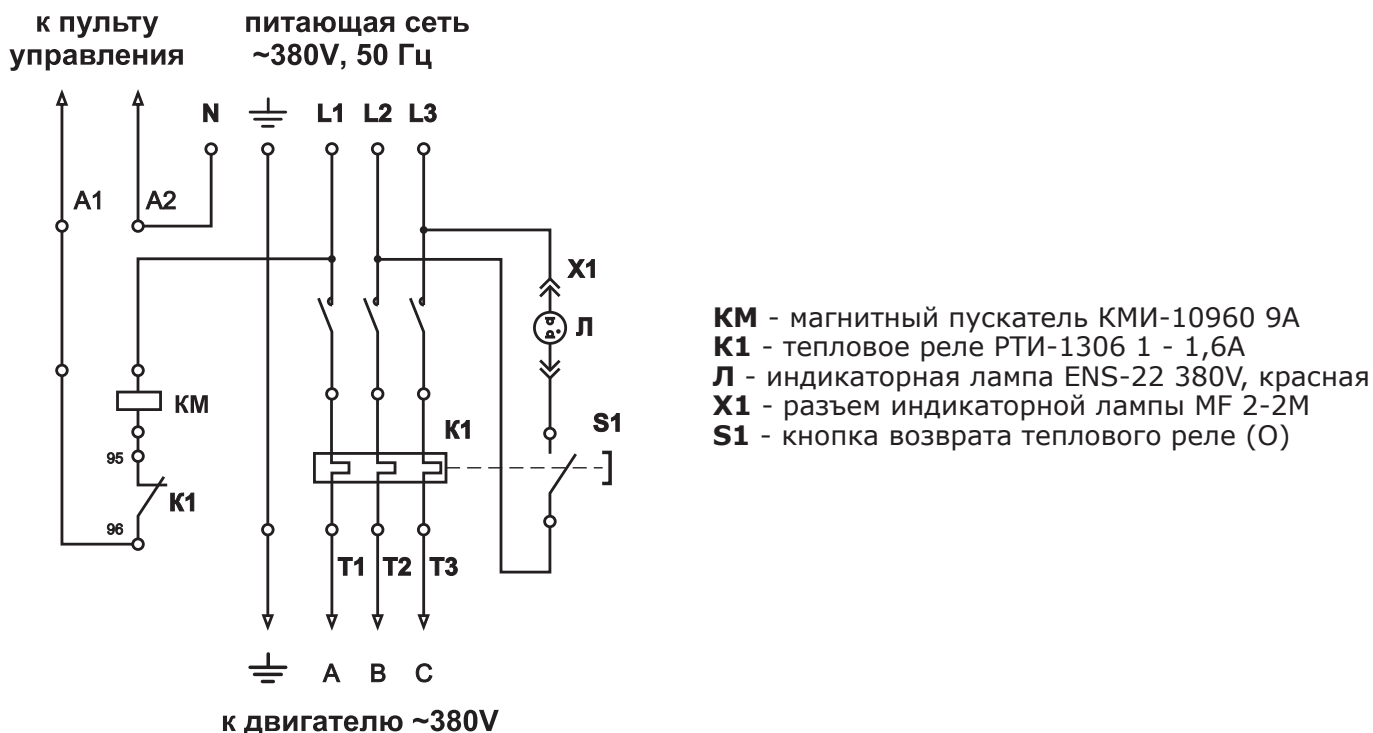

Рис.2 Схема подключения щита управления золоудалением
- 2.18. Подключить шнур управления от щита к разъему №32 пульта управления согласно схеме подключения Прил.1. Подключить шнур от щита к двигателю мотор - редуктора согласно монтажной схемы Рис.2 Прил.2. Подключить кабель питающей сети ~380В, 50Гц согласно монтажной схемы. Провод заземления подключить к колодке заземления внутри щита управления.